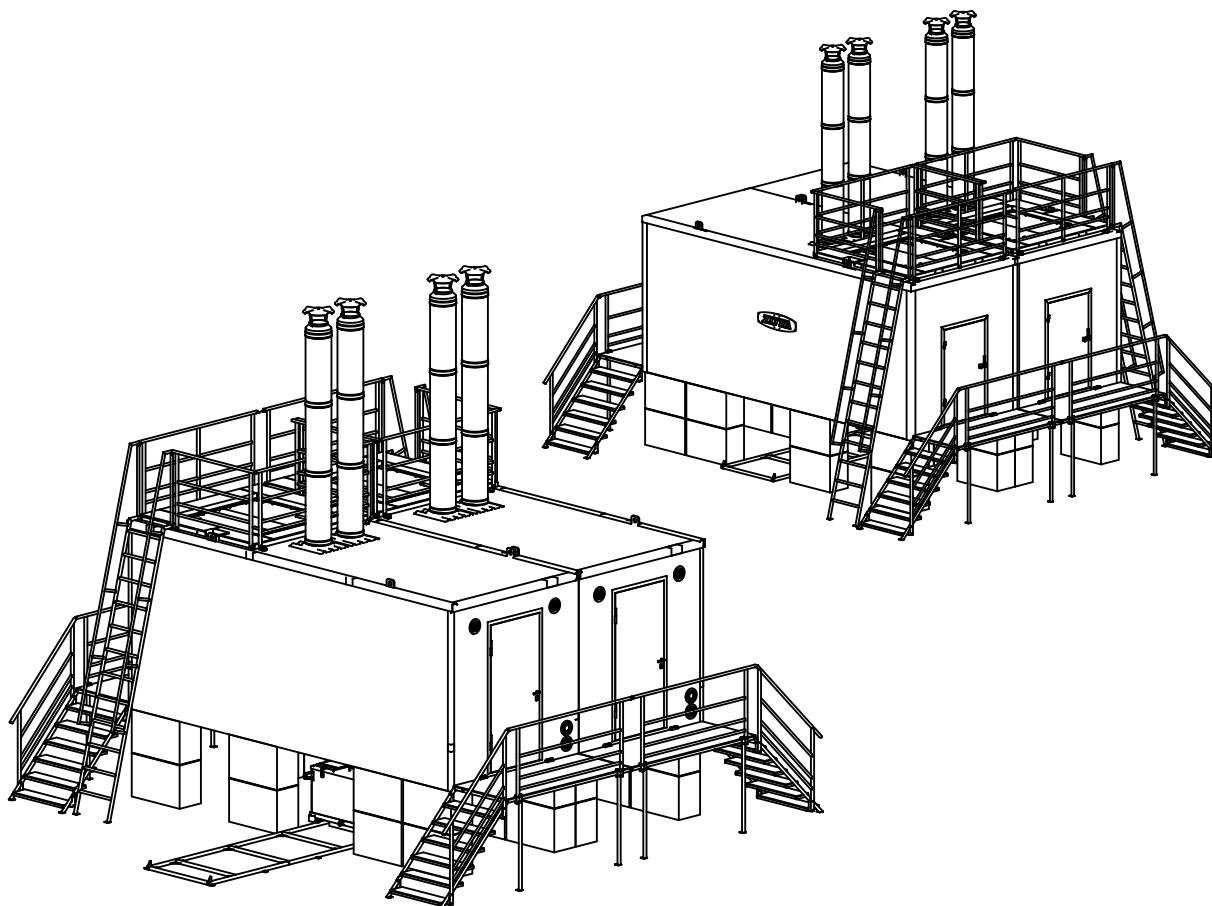
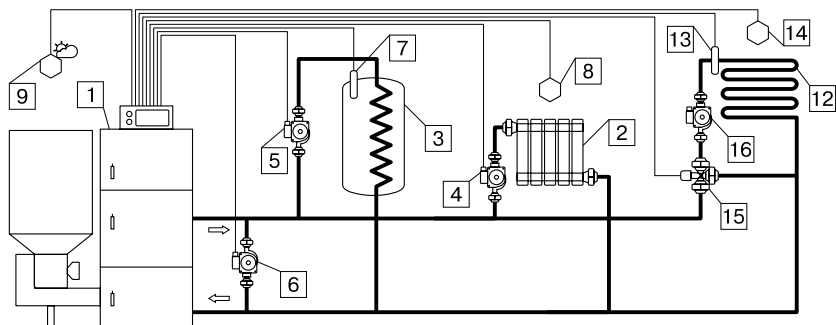

Рис.13 Конструкция блочно-модульной котельной
Рис.14. Упрощенная схема подключения котла с узлом рециркуляции.
6.9.1. Блочно-модульные котельные (далее БМК) применяются в случаях, когда нужна высокая мощность и надежность теплоснабжения, в их состав может входить от 2 модулей с котлами (Рис.13).
7.1.4.1. Упрощенные варианты схем монтажа котла с закрытой системой отопления представлены на рис.13; рис.14 (Только для исполнения «Стационарный»).
7.1.4.5. Во избежание конденсации продуктов сгорания в котле и повышения долговечности котла и дымохода, отопительный котел должен быть оборудован контуром рециркуляции или смесительным устройством, поддерживающим температуру теплоносителя на входе в котел выше 65°C, (точка росы продуктов сгорания) (см. Рис.14, 15).